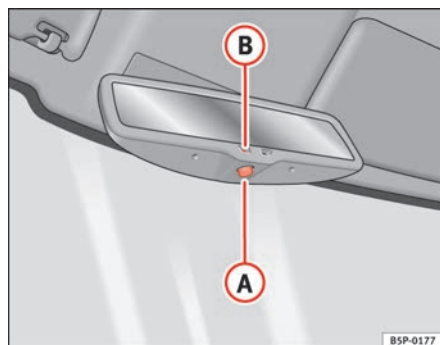

Abb. 63 Automatisch abblendbarer Innenspiegel
- Drücken Sie die Taste **(A)** ⇒ Abb. 63. Die Kontrollleuchte **(B)** erlischt.
- Drücken Sie die Taste **(A)** ⇒ Abb. 63. Die Kontrollleuchte leuchtet auf.